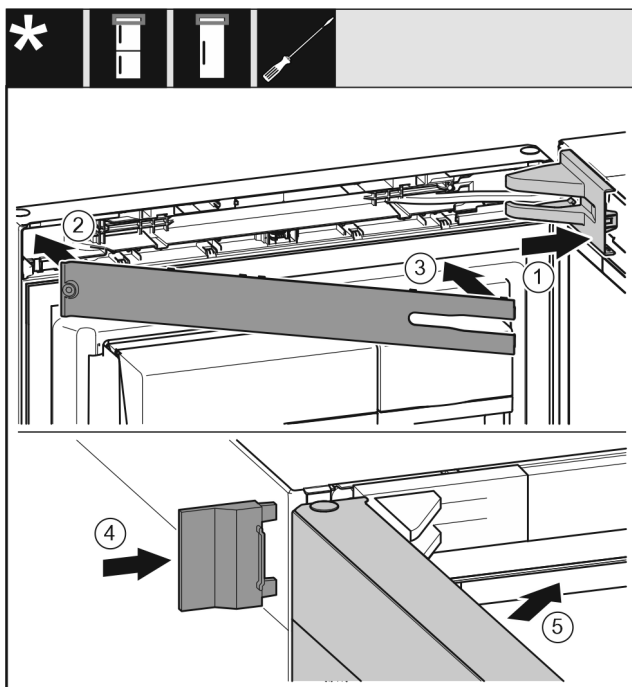

Fig. 49
- ▶ Крышку опорного кронштейна установите и зафиксируйте, при необходимости осторожно разожмите. Fig. 49 (1)
- ▶ Установите накладку. Fig. 49 (2)
- ▶ Наклоните и зафиксируйте накладку. Fig. 49 (3)
- ▶ Надвиньте внешнюю крышку. Fig. 49 (4)
- ▶ Закройте верхнюю дверь. Fig. 49 (5)